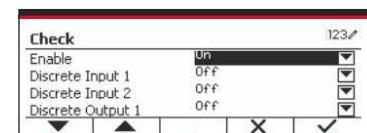

Figure 64
- Selectionnez l'élément de la liste et appuyez sur le bouton multifonction correspondant à l'icône ✓ pour modifier les paramètres. (Voir Figure 64)